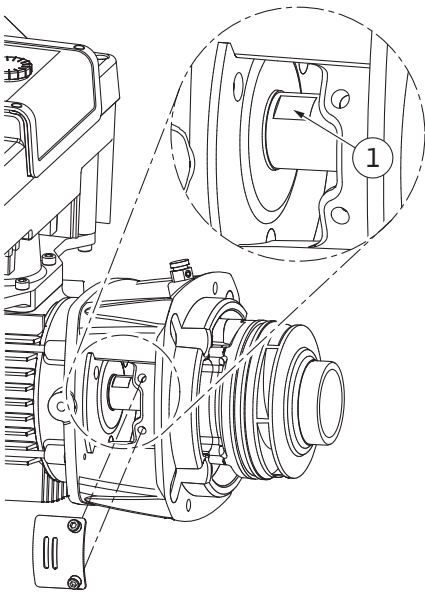

Fig. 106: Avainpinnat akselilla
14. Vie kiintoavain (avainväli 22 mm) tiivistelaipan ikkunan sisään ja pidä akselista kiinni avainpintojen välistä (Fig. 106, pos. 1). Irrota juoksupyörän mutteri (Fig. I, pos. 22). Juoksupyörä (Fig. I, pos. 21) irtoaa automaattisesti akselilta.
15. Irrota säätölevy (Fig. I, pos. 20).
3. Vie kiintoavain (avainväli 22 mm) tiivistelaipan ikkunan sisään ja pidä akselista kiinni avainpintojen välistä (Fig. 106, pos. 1).
10. Vie kiintoavain (avainväli 32 mm) tiivistelaipan ikkunan sisään (Fig. IV, pos. 38) ja pidä akselista kiinni avainpintojen välistä (Fig. 106, pos. 1). Asenna juoksupyörä aluslevy(je)n ja mutterin avulla. Kiristä mutteri. Varo vaurioittamasta liukurengastiivistettä asettamalla se väärään kulmaan.
11. Puhdista tiivistelaipan ura ja aseta uusi O-renkas (Fig. III, pos. 19) paikalleen.